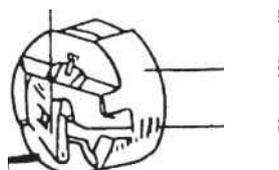

Figura 11
7. Montaggio e smontaggio della capsula (vedi Figura 11)
Quando si monta la capsula, l'ago deve essere nella posizione più alta. Aprire il chiavistello ed inserire la capsula 3 come mostrato in Figura 11 fino a sentire il click di aggancio.